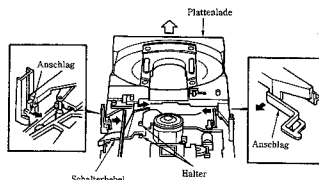

Abb. 1
#### 1. Austausch von Teilen der CD-Plattenlade (Abb. 1 und 2)
##### (2) Einbau der Plattenlade (Abb. 1, 2 und 3)
##### (8) Austausch des Schalterhebels (Abb. 1)